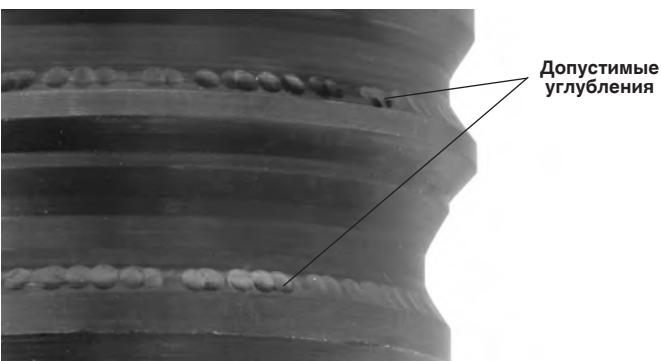

Рис. 5 – Углубления в канавках муфты QCS
4. Выполните осмотр и обслуживание используемого дополнительного оборудования в соответствии с прилагаемыми к нему инструкциями и убедитесь в его надлежащем функционировании. Осмотрите сменные головки на предмет износа, деформации и других проблем. При осмотре сопрягаемой части муфты QCS на сменных головках имейте в виду, что углубления в канавках муфты QCS обычно образуются при использовании и не считаются повреждением (рис. 5).